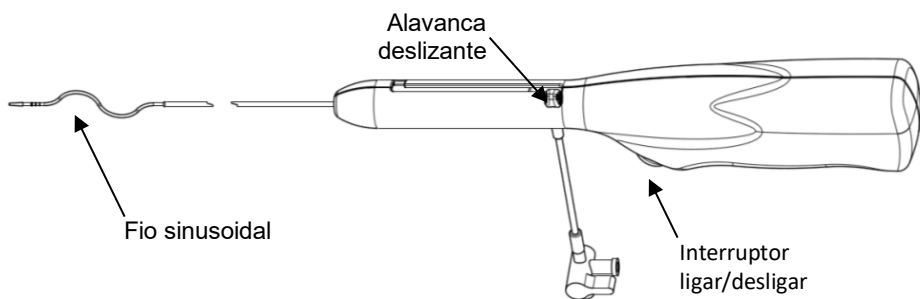

Figura 2
2. Retire o sistema de trombectomia rotativa CLEANER 15™ da embalagem. acione o interruptor ligar/desligar para se certificar de que o fio sinusoidal roda livremente (consulte a Figura 2). Solte o interruptor para desligar o rotador. **Precaução: não utilize o dispositivo caso este não se ative de imediato depois de ligar o interruptor não desative de imediato depois de soltar o interruptor.**
2. Retire o sistema de trombectomia rotativa CLEANER 15™ da embalagem. Acione o interruptor ligar/desligar para se certificar de que o fio sinusoidal roda livremente (consulte a Figura 2). Solte o interruptor para parar o rotador. **Precaução: não utilize o dispositivo caso este não se ative de imediato depois de acionar o interruptor nem se desative de imediato depois de soltar o interruptor.**